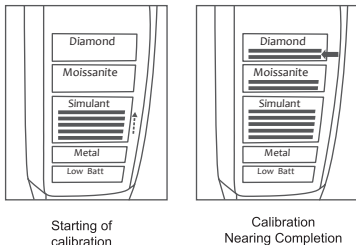

Fig. 1.14
7. Durante la calibración, las luces indicadoras “Simulant” (Simulante), “Moissanite” (Moissanita) y “Diamond” (Diamante) se iluminarán de forma gradual, acompañadas por un pitido rítmico, hasta que las luces LED indiquen la fase final de la calibración, tal y como se muestra en la **Fig. 1.14**.